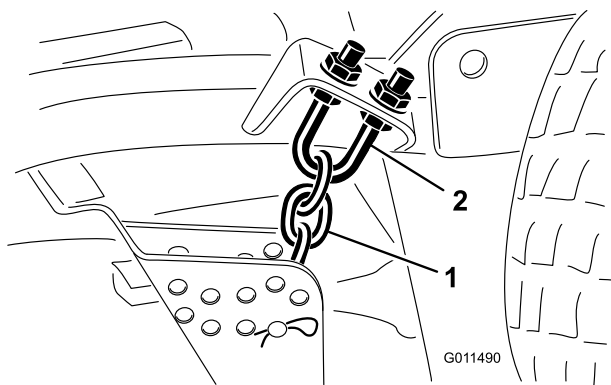

Figura 76
1. Afloje las contratueras de la parte superior o inferior del perno en U de la cadena de altura de corte (Figura 76).